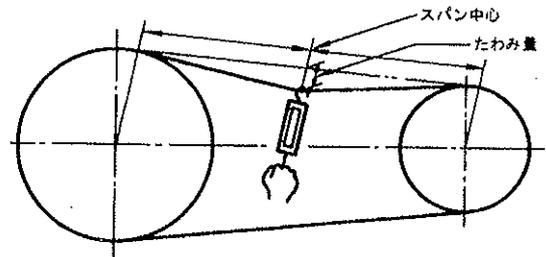

図10-5 ベルト調整
- b. ベルトの張りを確認する。図10-5に示すようにバネ秤などを利用してベルトの張りを測定してください。